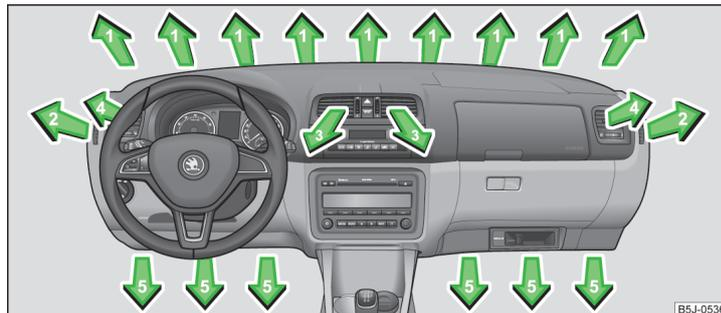

Abb. 94 Luftaustrittsdüsen
Bei den Luftaustrittsdüsen 3 und 4 » Abb. 94 kann die Luftstromrichtung geändert und die Düsen können auch einzeln geschlossen und geöffnet werden.
➤ Das senkrechte Rad (Luftaustrittsdüsen 3) » Abb. 94 bzw. das waagerechte Rad (Luftaustrittsdüsen 4) in die Stellung drehen.
➤ Das senkrechte Rad (Luftaustrittsdüsen 3) » Abb. 94 bzw. das waagerechte Rad (Luftaustrittsdüsen 4) in die Stellung 0 drehen. ▶
- Die waagerechten Lamellen mithilfe des verschiebbaren Verstellers schwenken, um die Höhe der Luftströmung zu ändern » Abb. 94.
Wir empfehlen Ihnen, die Luftaustrittsdüsen 3 » Abb. 94 auf Seite 88 in allen Betriebsarten geöffnet zu belassen.